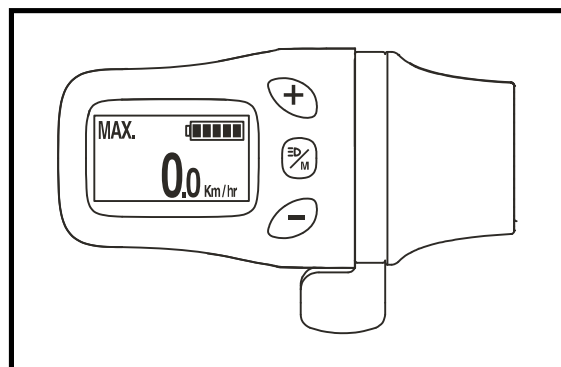

Figura 16. Indicatore dello stato delle batterie
L'indicatore di stato della batteria sulla console dell'acceleratore indica la potenza approssimativa della batteria utilizzando un'icona della batteria. A piena carica, l'icona visualizzerà cinque (5) barre che indicano una batteria completamente carica. Con l'uso continuato, le barre inizieranno a scomparire mentre la carica si scarica. Una volta che l'icona ha mostrato solo una barra, è necessaria una ricarica immediata. **Vedere figura 16.** Per garantire la massima precisione, l'indicatore di stato delle batterie deve essere controllato durante l'uso del scooter a massima velocità, su una superficie uniforme e asciutta.